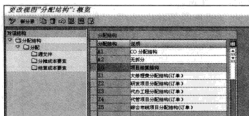

图 9-51 “更改视图‘分配结构’：概览”界面
STEP 1 在命令栏输入 SPRO 命令，通过菜单选择“项目系统→成本→自动和周期分配→结算→结算概况→创建分配结构”选项，弹出“更改视图‘分配结构’：概览”界面，如图 9-51 所示。在此界面中，可以创建各种预算的“分配结构”。例如在本例中，选择创建“项目结算结构”。